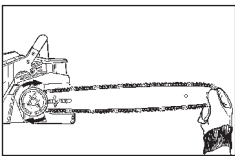

рис. 3H
8. Цепь будет туго натянута, поэтому вам необходимо повернуть сцепление по часовой стрелке вручную, чтобы цепь захватила звёздочку шины (рис. 3H).